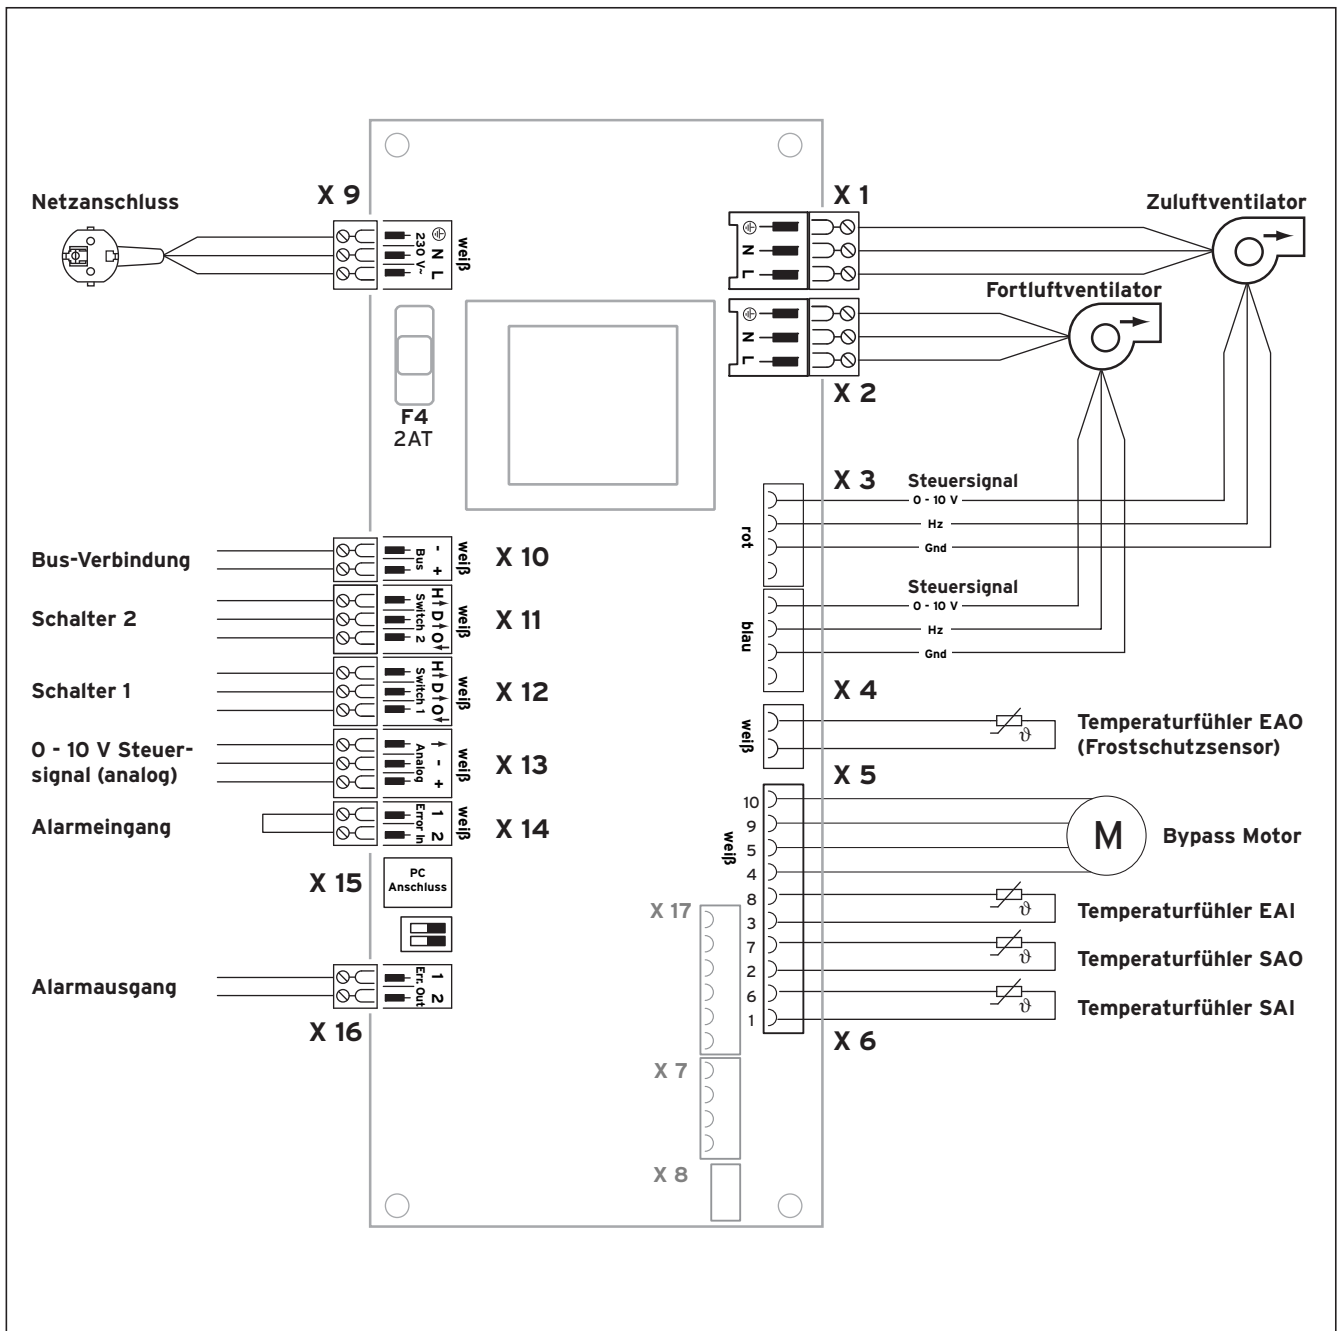

Abb. 4.14 Verdrahtungsplan
- Schließen Sie die Leitungen an den Anschluss „X 14“ (Alarmeingang) gemäß Abb. 4.14 „Verdrahtungsplan“ an.
- Schließen Sie die Leitungen an den Anschluss „X 16“ (Alarmausgang) gemäß Abb. 4.14 „Verdrahtungsplan“ an.